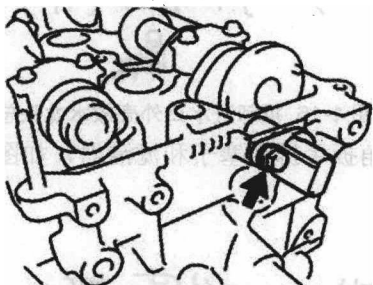
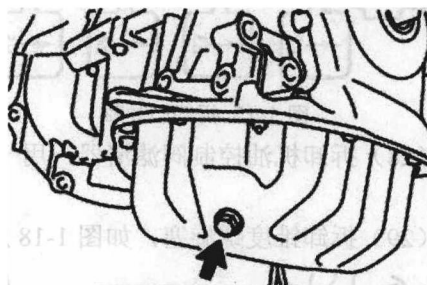

图 1-11 拆卸位置传感器
图 1-12 拆卸排放塞和垫片
- (9) 拆卸凸轮轴位置传感器, 如图 1-11 所示。
- (10) 拆卸曲轴带轮。
- (11) 拆卸凸轮轴正时机油控制阀总成。
- (12) 拆卸链条张紧器总成。
- (13) 拆卸水泵带轮, 水泵总成。
- (14) 拆卸油底壳排放塞和垫片, 图 1-12 所示。